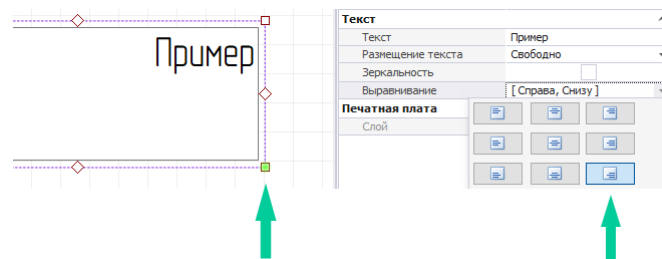

Рис. 334 Выбор типа выравнивания текста
1. Выберите вид выравнивания текста в панели «Свойства» → поле «Текст» → пункт «Выравнивание». Точка редактирования на границе текстового поля проинформирует о выбранном расположении текста, см. Рис. 334.